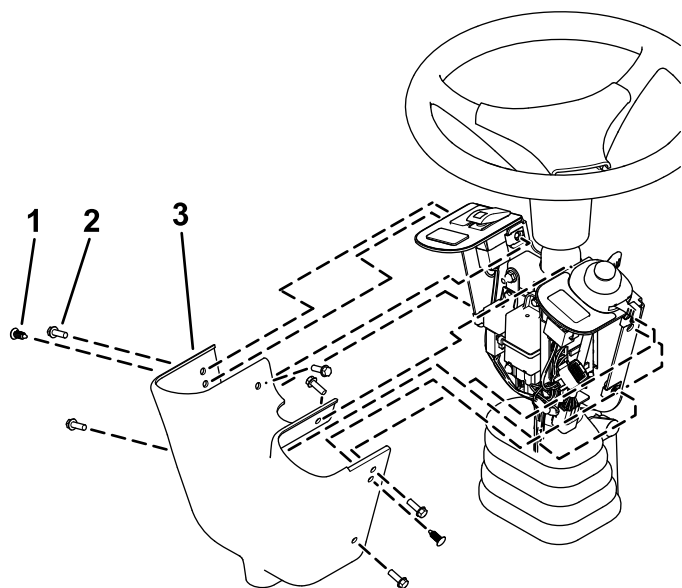

Bild 10
14. Montieren Sie die Abdeckung der Bedienelemente mit zwei Drucknieten und sechs Sechskantschrauben ($\frac{1}{4}'' \times \frac{3}{4}''$) an der Schalterhalterung, wie in Bild 10 dargestellt.